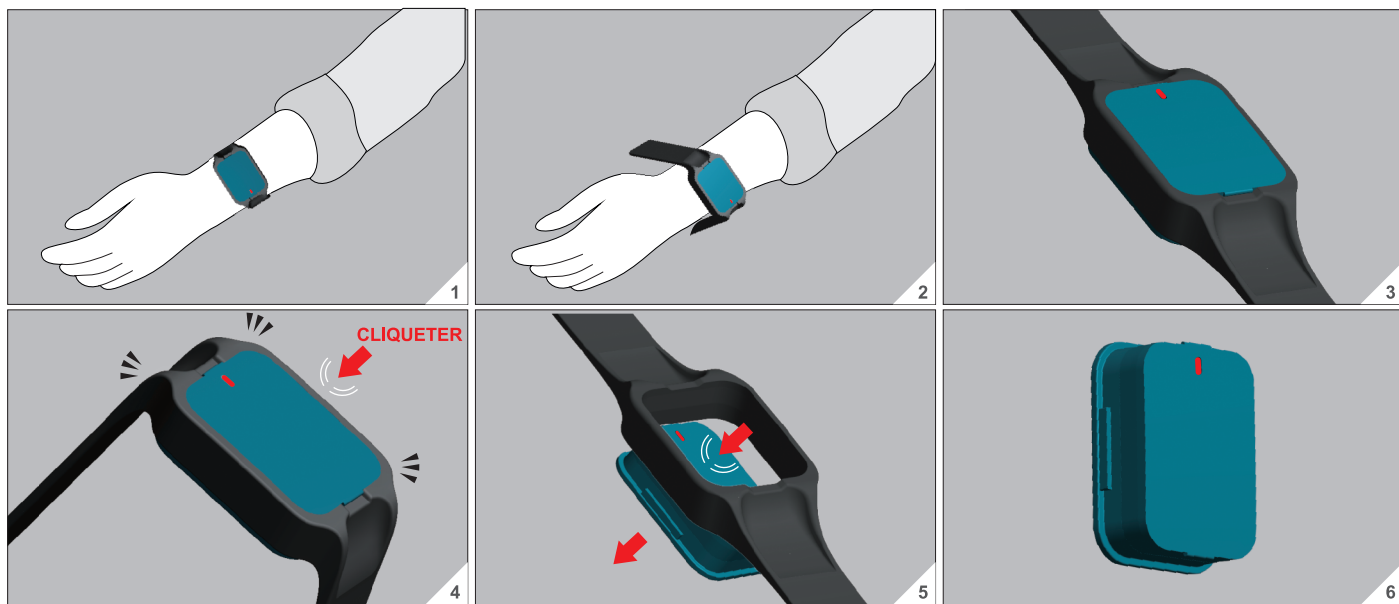

Figure 18 :Instructions pour retirer les dispositifs de suivi PDMonitor® attachés aux poignets à l'aide de bracelets
- Retirez chaque dispositif de suivi de son bracelet comme illustré par la figure 18